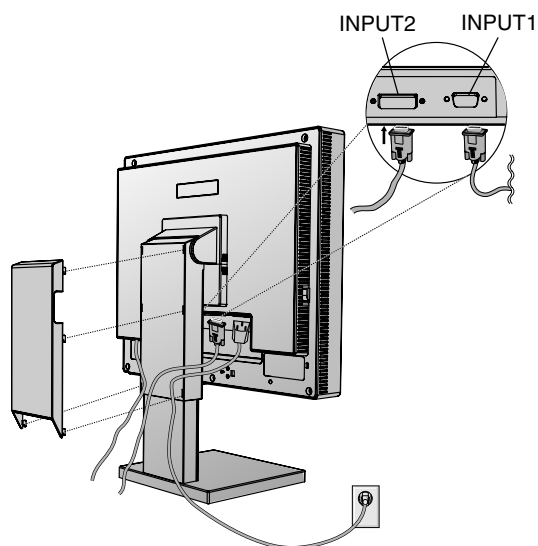
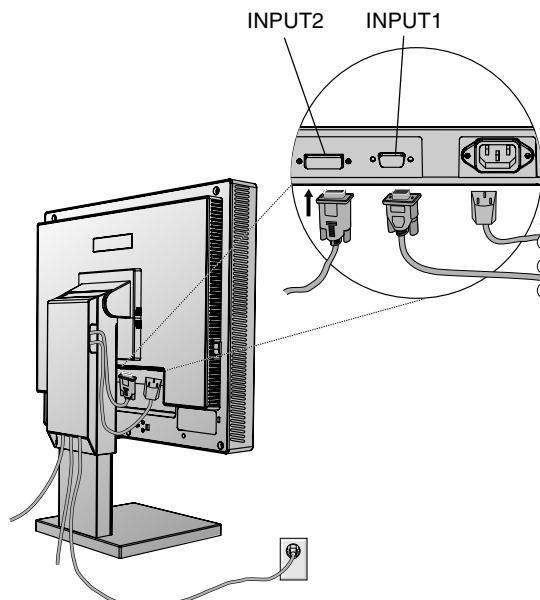

Figura C.1
Figura C.2
3. **Para PC o MAC con salida digital DVI:** Conecte el cable de señal DVI al conector por la parte posterior del monitor. Coloque el cable de señal de vídeo (**Figura C.1**). Conecte el DVI en Input 2 sólo.
Para PC con salida analógica: Conecte el mini D-SUB de 15 clavijas al conector situado en la parte posterior del monitor. Coloque el cable de señal de vídeo (**Figura C.1**). Conecte el mini D-SUB de 15 clavijas sólo en Input 1.
Recoja los cables en la parte trasera del soporte (**Figura C.1**) y enfúndelos con el conducto para cables opcional (**Figura C.2**).
4. Conecte un extremo del cable de alimentación a la entrada de corriente alterna de la parte trasera del monitor y el otro extremo a la toma de corriente (**Figura C.1**).